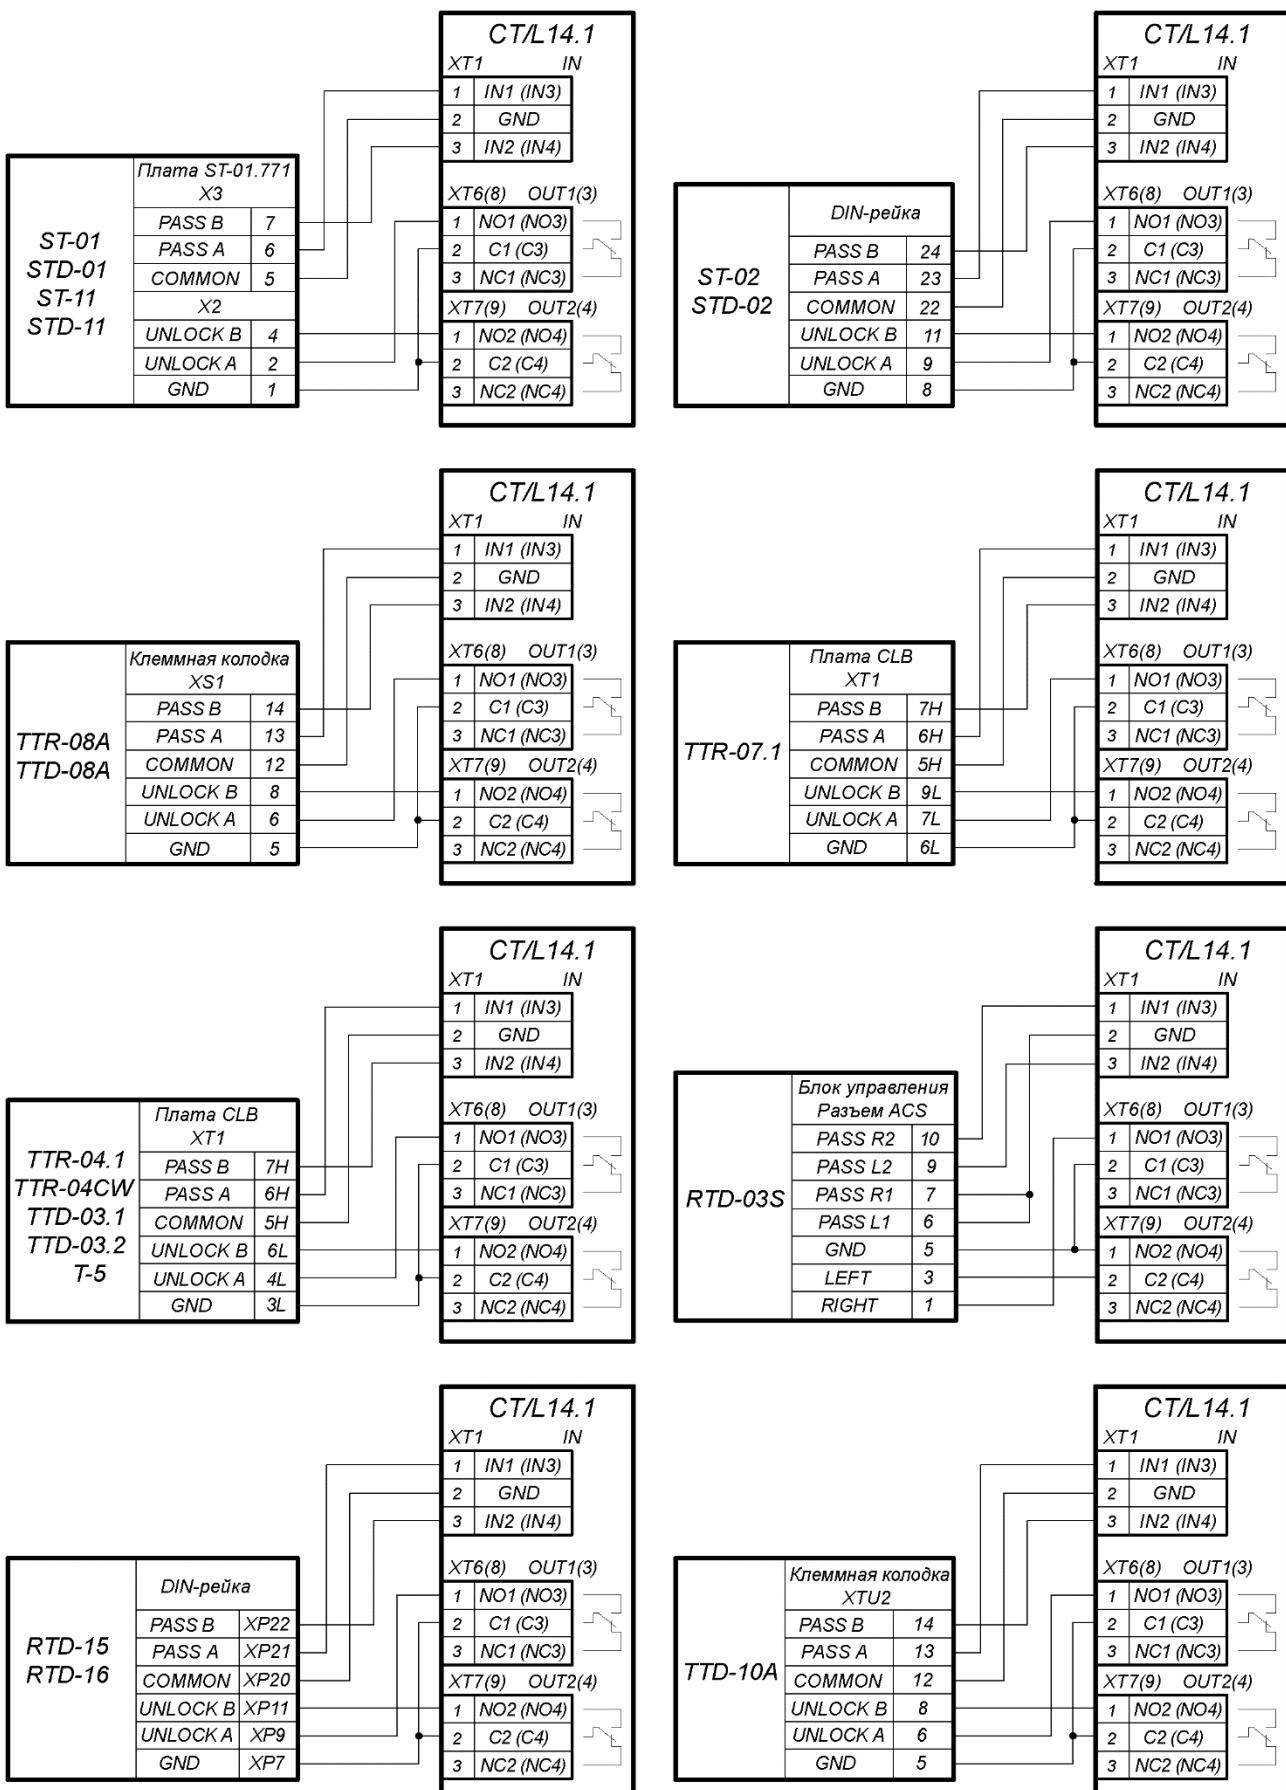

Рисунок 7. Схемы подключений турникетов в варианте конфигурации «Управление турникетом»
- Турникет (блок управления турникетом) №1 подключается к клеммным колодкам **XT1**, **XT6**, **XT7** нижней платы контроллера в соответствии со схемой для данного типа турникета (см. рис. 7).
- Турникет (блок управления турникетом) №2 подключается к клеммным колодкам **XT1**, **XT8**, **XT9** нижней платы контроллера в соответствии со схемой для данного типа турникета (см. рис. 7).